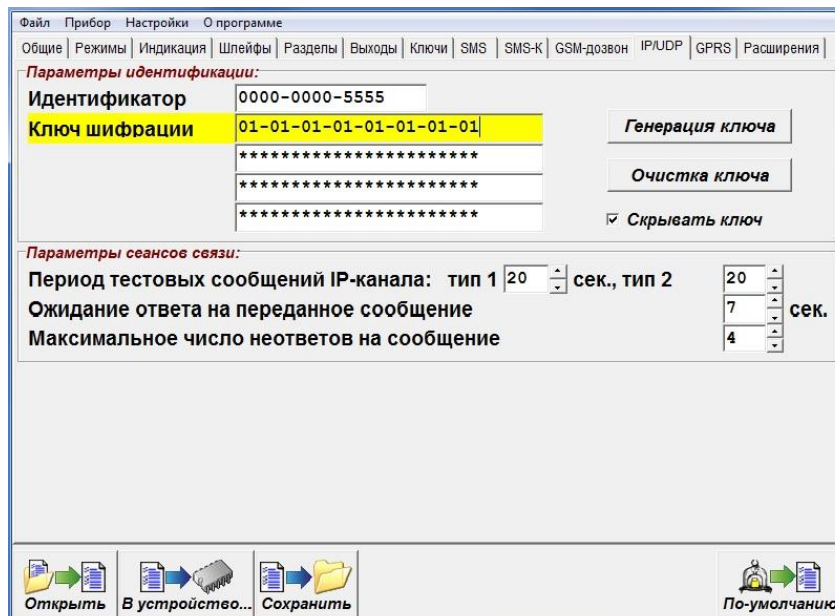

Рисунок 13. Вкладка «IP/UDP». Конфигурация идентификатора и ключа шифрования.
4.5 Если УОО будет работать с АРМ Юпитер-7, установить на вкладке IP/UDP, идентификатор и ключ шифрования (рисунок 13).